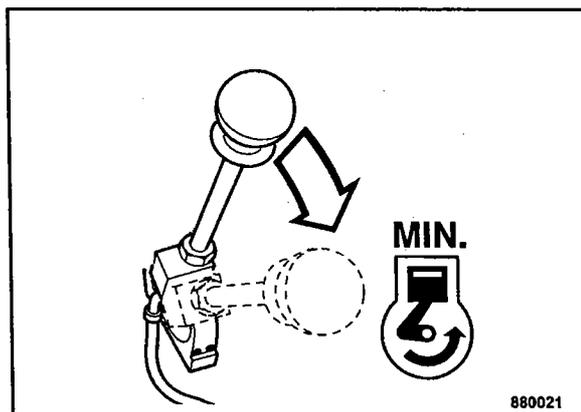

Fig. 45
- Volver a colocar la palanca reguladora de revoluciones (Fig. 45) en posición "MIN".